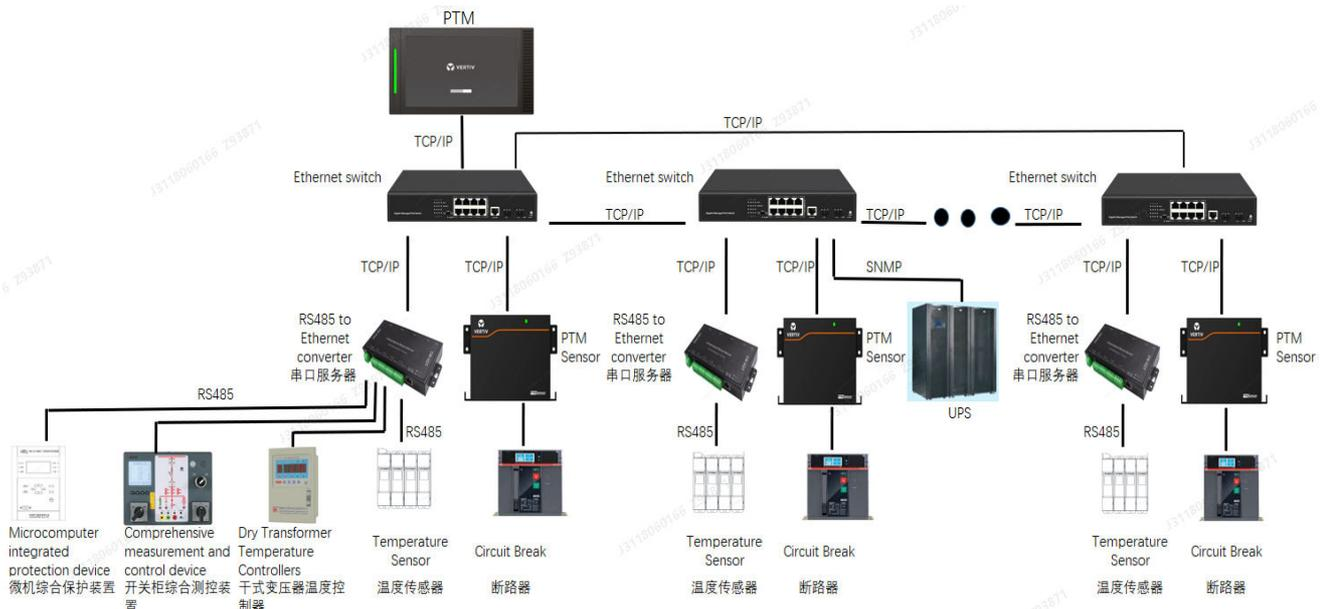

图4-8 设备、交换机、串口服务器和 PTM 拓扑结构图
- e) 将最后一台交换机与第一台交换机的光口用光纤连接起来，形成环网，如图4-8示意。